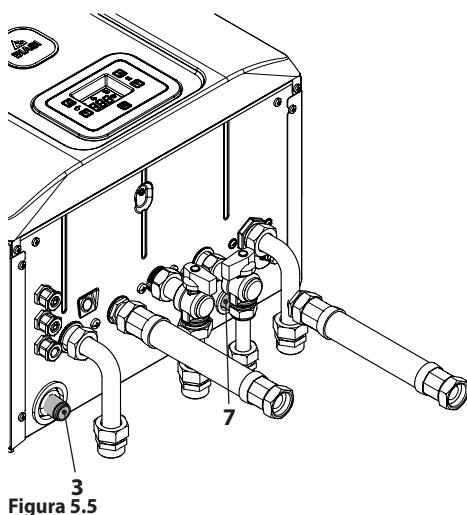

Figura 5.5
- Collegare lo scarico della valvola di sicurezza 7 (Figura 5.5) ad un imbuto di scarico.
- Inserire il tubo flessibile di scarico condensa 3 (Figura 5.5) all'interno del condotto di scarico condensa domestico o nell'imbuto di scarico della valvola di sicurezza, qualora lo scarico sia idoneo a ricevere condensa acida.